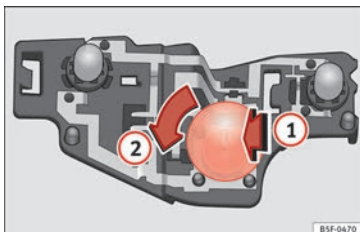

Fig. 222 Ubicación de las lámparas de incandescencia en el portalámparas.
- Presione la lámpara defectuosa ligeramente hacia el portalámparas » fig. 222 ①, gírela a continuación hacia la izquierda ② y extráigala.